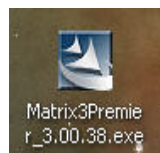

FIG. 3
3. Dubbelklik op het pictogram Matrix3Premier.exe (FIG. 3).